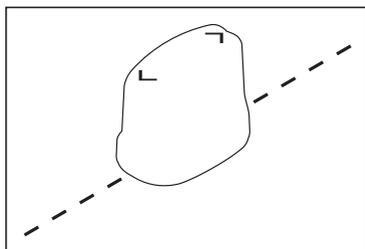

Fig. 25: Alinhamento do gerador em relação à linha durante a alimentação indireta
1. Posicione o gerador com o seu eixo longitudinal paralelamente por cima da linha a ser localizada (fig. 25).